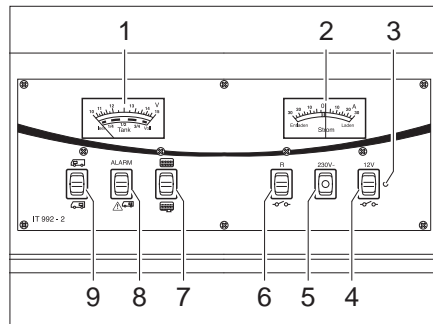

Fig. 169 Panel IT 992
Observar la escala superior del instrumento indicador V/depósito (Fig. 169,1). El instrumento indicador se ilumina automáticamente al accionar el interruptor.
- Pulsar el interruptor basculante (Fig. 169,9) por arriba "☑": Indica la tensión de la batería del motor de arranque.
- Pulsar el interruptor basculante (Fig. 169,9) por abajo "☐": Indica la tensión de la batería del habitáculo.
Observar la escala inferior del instrumento indicador V/depósito (Fig. 169,1). El instrumento indicador se ilumina automáticamente al accionar el interruptor.
- Pulsar el interruptor basculante (Fig. 169,7) por arriba "☰": Indica la cantidad de agua.
- Pulsar el interruptor basculante (Fig. 169,7) por abajo "☷": Indica la cantidad de aguas residuales.
La luz roja de ALARMA (Fig. 169,8) parpadea en cuanto la tensión de la batería del habitáculo baja de 11 V (medición durante el servicio) y hay peligro de descarga completa.
En el instrumento indicador de corriente (Fig. 169, 2) se muestra continuamente la corriente de batería que fluye actualmente. El instrumento indicador se ilumina automáticamente al accionar el interruptor.
El interruptor principal de 12 V (Fig. 169,4) conecta y desconecta el panel y la alimentación de 12 V del habitáculo.
*Conectar:* ■ Pulsar el interruptor basculante (Fig. 169,4) por arriba "—○—○—": La alimentación de 12 V del habitáculo está conectada. La luz de control (Fig. 169,3) se enciende de color verde.
*Desconectar:* ■ Pulsar el interruptor basculante (Fig. 169,4) por abajo "○—○—": La alimentación de 12 V del habitáculo está desconectada. La luz de control (Fig. 169,3) se apaga.
Se enciende la luz de control de 12 V (Fig. 169,3) cuando se conecta el interruptor principal de 12 V (Fig. 169,4).
La luz de control de 230 V amarilla (Fig. 169,5) se enciende cuando hay tensión de red en la entrada del bloque eléctrico.
*Conectar:* ■ Pulsar el interruptor basculante (Fig. 169,6) por arriba: Según el modelo, la bomba de circulación, la bomba de agua a presión o la calefacción eléctrica del depósito de aguas residuales se enciende.
*Desconectar:* ■ Pulsar el interruptor basculante (Fig. 169,6) por abajo "○—○—": El circuito de corriente está desconectado.